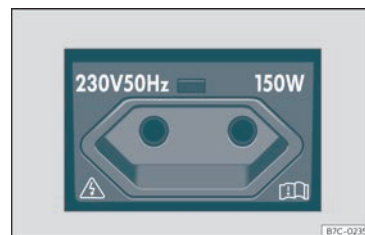

Fig. 122 Al costat esquerre del maleter: presa de corrent de 230 volts.
Amb el motor en marxa, la presa de corrent >>> **fig. 122** s'activa automàticament quan es connecta un connector. Si hi ha prou energia disponible, donat el cas també es pot seguir utilitzant la presa de corrent amb el motor apagat >>> ⑤.